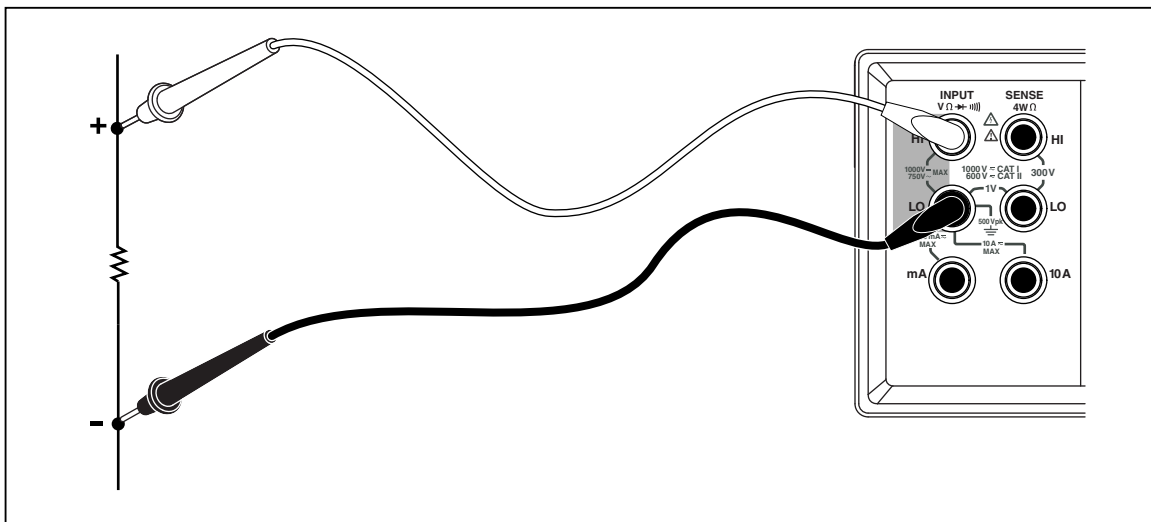

Figure 3-5. Mesure de résistance à deux fils
1. Branchez les cordons de mesure entre le multimètre et le circuit à mesurer tel qu'indiqué à la figure 3-5.